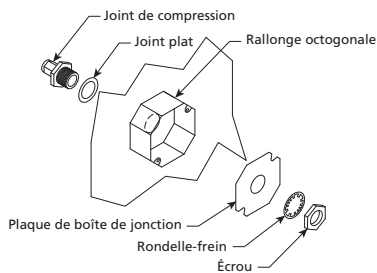

Figure 4 — Éléments constitutifs
2. Enfiler le raccord à joint de compression Evergreen dans l'orifice depuis l'intérieur de la hotte, en veillant à placer le joint plat sur le raccord avant de l'insérer dans l'orifice. Placer la boîte de jonction fournie sur le raccord sur le dessus de la hotte, en maintenant le raccord centré dans la boîte. Poser la rondelle-frein et l'écrou de 1 po sur la partie filetée du raccord à joint de compression à l'intérieur de la boîte de jonction. Bien serrer en tenant la boîte de jonction en place. Voir la Figure 4.